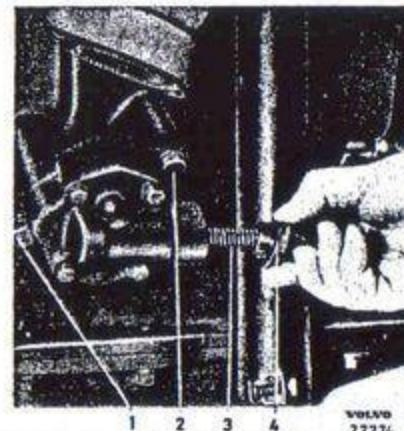

Bild 15. Smörjoljepump med reducerventil.
1. Pumpens montering på motorn framgår av bild 15. För att få loss pumpen lossas de båda fästskruvarna 1 och 2, varpå pumpen kan dras ut.
Reducerventilen, som består av kolv, fjäder och propp, är monterad i smörjoljepumpen. Den kan demonteras sedan proppen (4 bild 15) är borttagen. Om